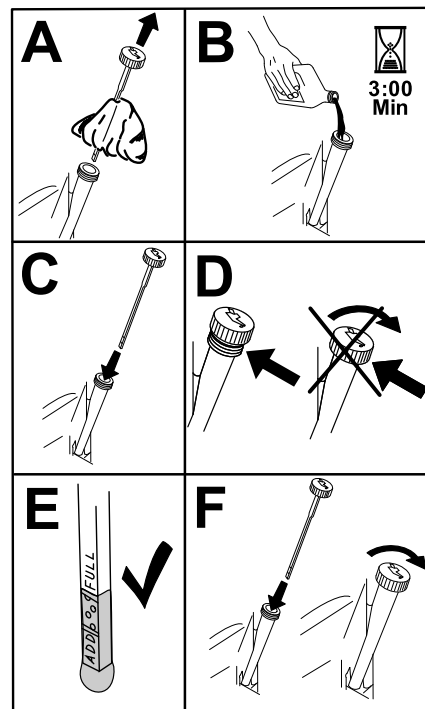

Figure 33
8. Versez lentement environ 80 % de l'huile spécifiée dans le tube de remplissage, puis faites l'appoint lentement pour faire monter le niveau jusqu'au repère maximum (Full) (Figure 33).